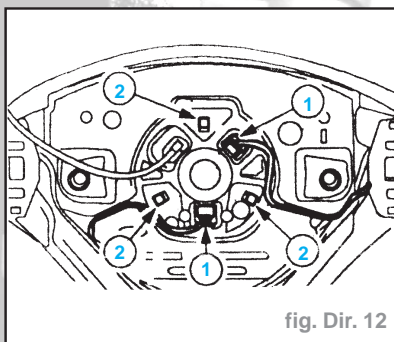

fig. Dir. 12
- Défaire l'ensemble ressort spiralé (fig. Dir. 12).
- Débrancher les connecteurs de câblage (1).
- Libérer les pattes de fixation (2).